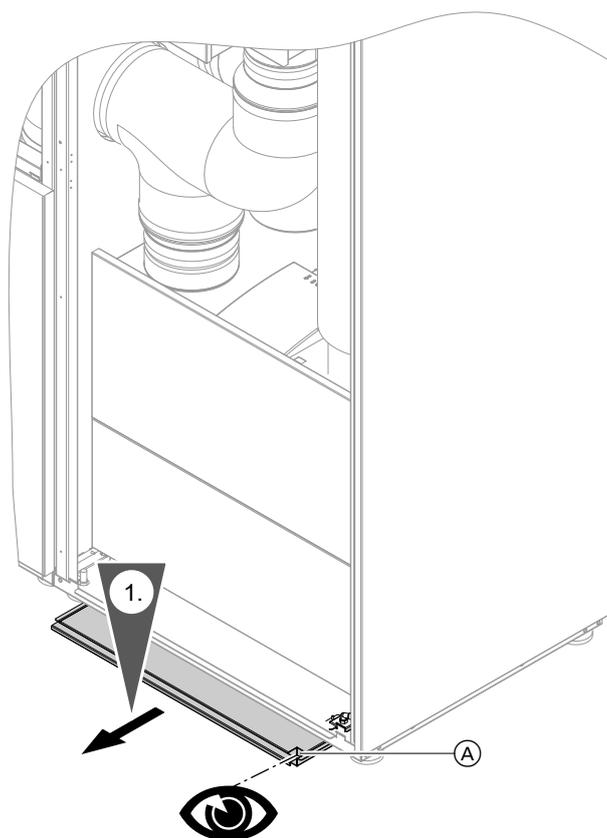

Abb. 19
1. Falls sich Kondenswasser in der Kondenswasserwanne befindet, ziehen Sie die gefüllte Wanne aus dem Lüftungs-System vollständig heraus: Siehe Abb. 19.
6. Schieben Sie die Kondenswasserwanne bis zum Anschlag in das Lüftungs-System ein: Siehe Abb. 19.